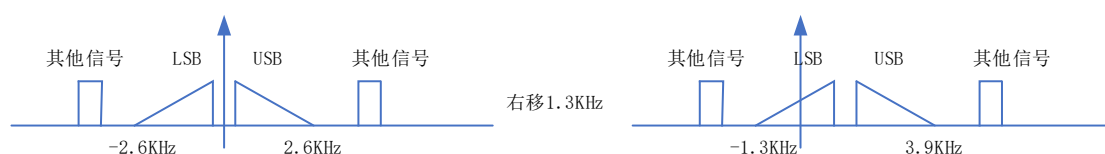

图 2
5.搭建一个接收机的第一步是用一个信道滤波器，作用是保留我们想要的信号，滤去不想要的信号频带。这里，我们需要做的是把想要的信号降频到 0Hz，如图 2 所示。